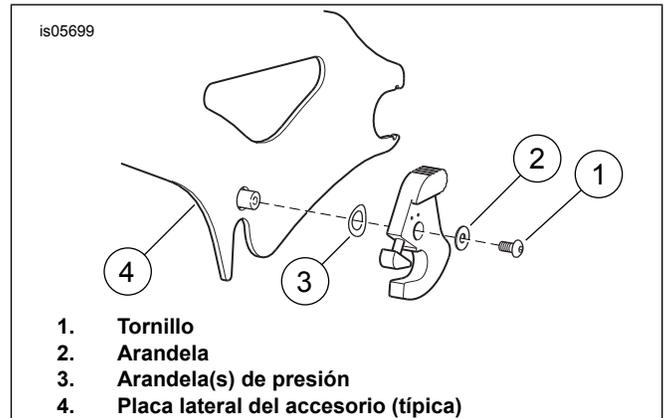

Figura 1. Desmontaje del pestillo (se muestra la instalación izquierda exterior)
2. Vea Figura 1. Extraiga el tornillo (1) y la arandela (2) de(l) (los) pestillo(s) que se va(n) a reemplazar con el nuevo pestillo con llave. Guarde el tornillo y la arandela para la instalación. Dependiendo del accesorio, puede haber una segunda arandela pequeña debajo del tornillo, adherida al poste del accesorio. Si están equipadas, guarde y vuelva a usar ambas arandelas. Las siguientes indicaciones suponen que solamente hay una arandela.